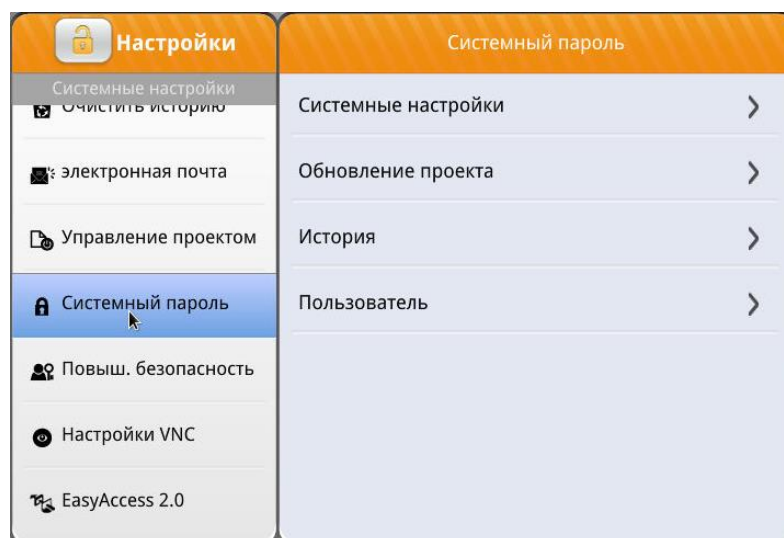

Рисунок 3.3 – Вкладка «Системный пароль»
5. Перейти на вкладку «Системный пароль» (рисунок 3.3).